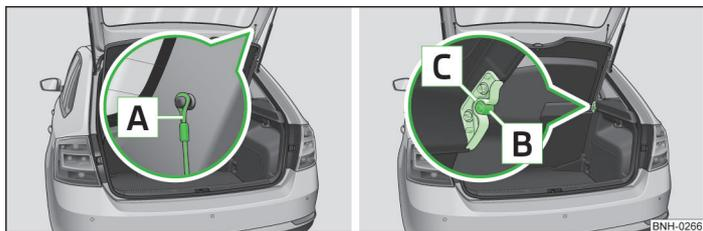

Fig. 63 Sujetar la cubierta del maletero
- Enganchar las cintas de sujeción **A** » fig. 63 en la tapa del maletero.
- Colocar los alojamientos situados en la cubierta **C** » fig. 63 sobre los pernos **B** del revestimiento lateral.
- Los alojamientos de la cubierta **C** » fig. 63 deben estar encastrados en los pernos del revestimiento lateral **B**.
- Si las cintas de sujeción **A** » fig. 63 están enganchadas en la tapa del maletero, entonces al abrir esta última, también se levantará la cubierta del maletero.